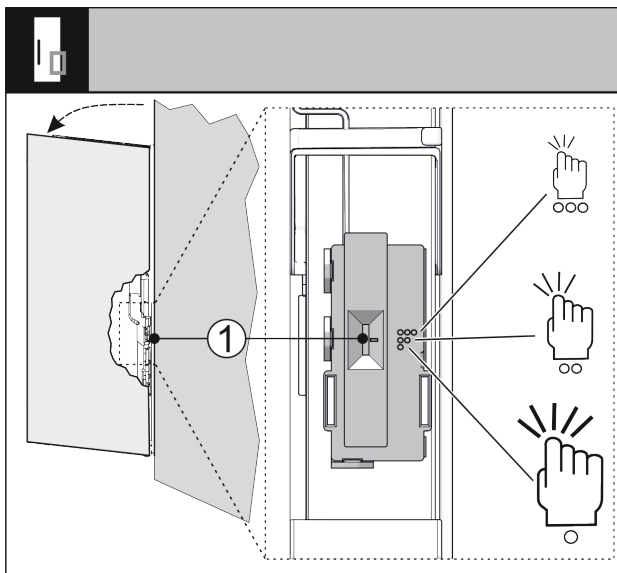

Fig. 72
Ju mund ta rregulloni në çdo kohë ndjeshmërinë e sinjalit të trokitjes nëpërmjet çelësit Fig. 72 (1). Çelësi ndodhet në anën e menteshës në një të tretën e poshtme të derës.
- ▶ Vendosni çelësin Fig. 72 (1) në pozicionin e çelësit që dëshironi.